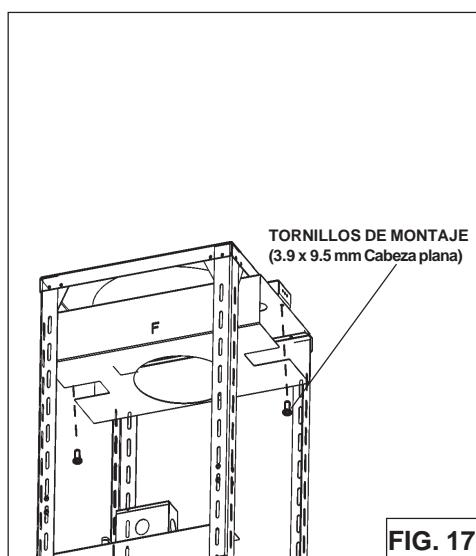

FIG. 17
4. Instale el pleno a la parte superior del tubo de humos decorativo usando (2) tornillos de 3.9 x 9.5 mm suministrados, como se ilustra (Fig.17).